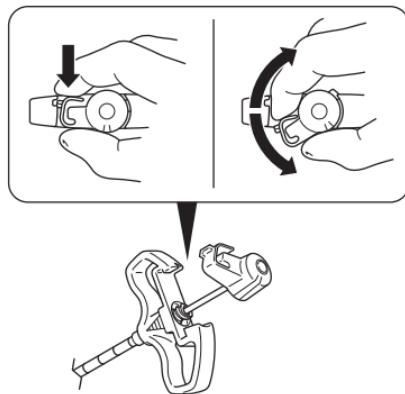

Figur 1 – För in infartskanylen/mandrägenheten
2. För in infartskanylen/mandrägenheten i operationsstället under fluoroskopisk vägledning (figur 1).